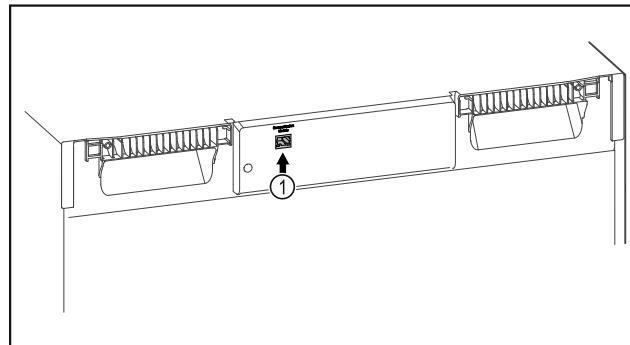

Fig. 93
- ❑ SmartModule Fig. 93 (1) встановлено.